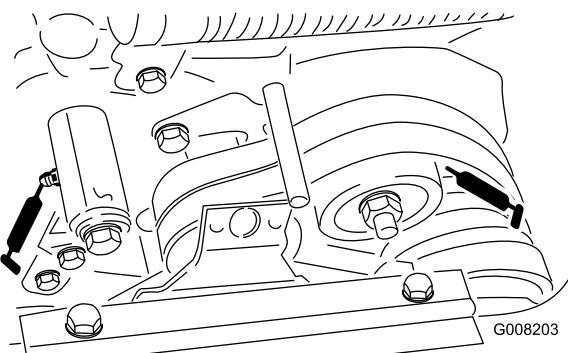

Figura 17
- 2 en los puntos de pivotaje de la polea tensora de la correa (Figura 17).